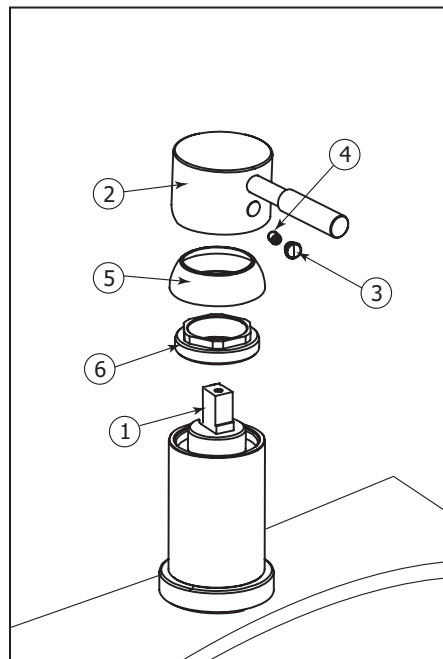

Fig.8
Start by shutting off the water supply lines and then turn on the water to drain the faucet. To replace the cartridge (1), pull out the handle (2) by removing the cap (3) and the set screw (4) first. Afterwards, remove the dome cap (5) and the retainer ring (6). Replace with new cartridge and reassemble by reversing steps. Fig.8.
Commencez par couper l'alimentation d'eau et ouvrir l'eau par la poignée du robinet pour le vider. Pour remplacer la cartouche (1), enlever la poignée (2) en retirant le capuchon de finition (3) et la vis de retenue (4). Démontez ensuite le capuchon en dôme (5) et l'anneau de retenue (6). Remplacer la cartouche par la nouvelle, puis inverser les étapes pour le réassemblage. Fig.8.